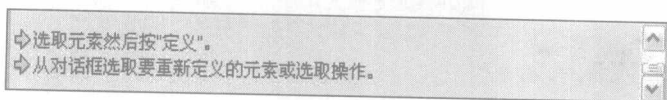

图 1-4 显示文本框
(4) 信息显示区：位于窗口工作区的底部，对当前窗口中的操作作出简要说明或提示，对于需要输入数据的操作，会在该区出现一文本框，供用户输入数据使用，如图 1-4 所示。